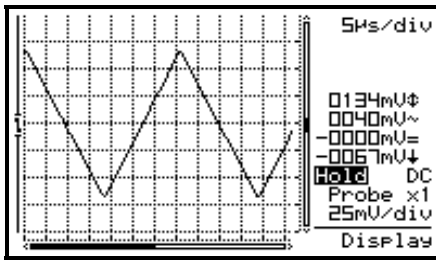

Fig 12
- **Full grid** : se divide la pantalla en líneas de referencia. (Fig. 12)